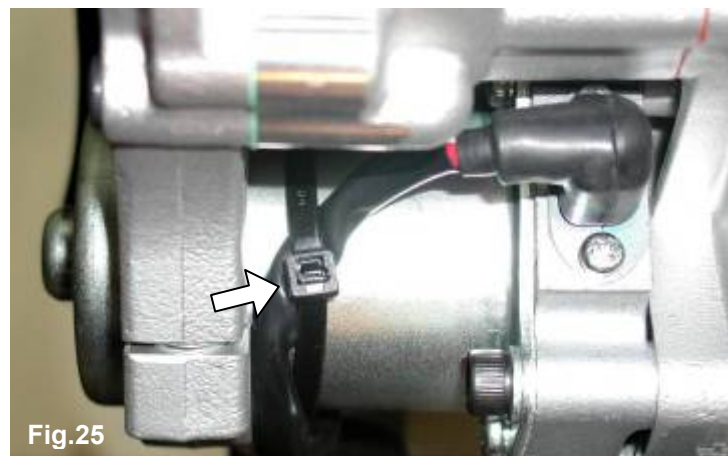

Fig.25
2.9.6 CHECK THAT THE PLASTIC CLAMP FASTENS THE CABLE FROM THE ELECTRIC STARTER TO THE STARTER BODY (SEE FIG.25)